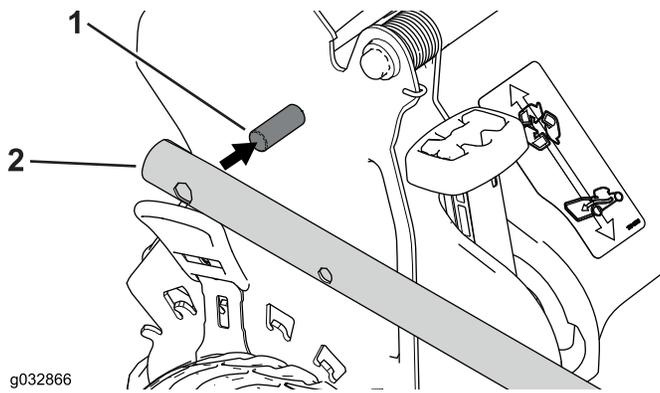

Figura 4
- Instale los extremos del manillar en la carcasa del cortacésped, de modo que el pasador instalado en cada soporte del manillar se encuentre en el orificio inferior de su extremo del manillar relacionado (Figura 4).